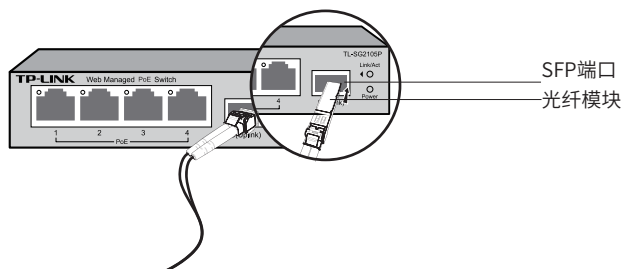

图3-2 SFP端口连接示意图
2. 交换机原装电源线连接交换机与电源插座，如图3-2所示。